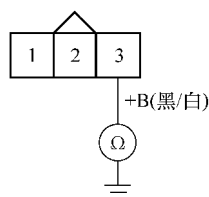

图 4-23 检查点火线圈插头 3 号端子与车身搭铁之间的导通性
- 14) 如图 4-23 所示, 检查 1 号点火线圈 3 芯插头 3 号端子与车身搭铁之间是否导通。